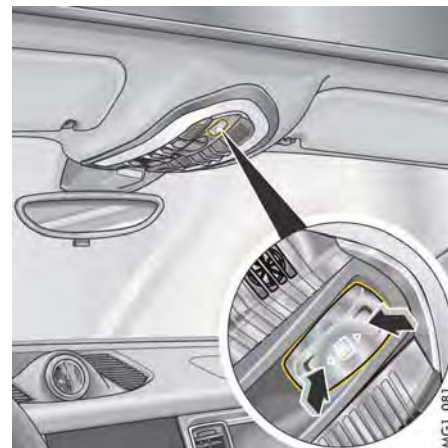

図175: サン・ブラインドの開閉
- ▶ 戻す位置へスイッチを押してください (図175)。
- ▶ スイッチを前方に押してください (図175)。
- ▶ 該当するスイッチを使用して、サンブラインドの手順2を繰り返します(237ページ：図175)。
4. サンブラインド・スイッチ(237ページ：図175)を前方に押してください。サンブラインドが3秒後に閉じ始めます。サンブラインドが完全に閉じるまで、そのままスイッチを押し続けてください。